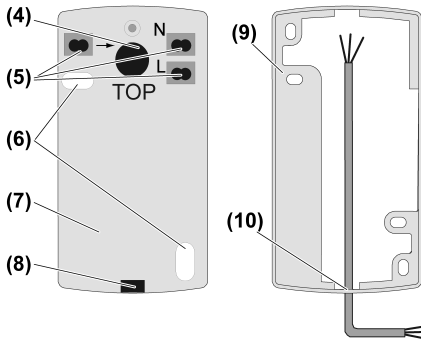

Bild 4: Gehäuserückwand und Montagerahmen
- Steckklammern zur Fixierung in die Halterungen (5) des Gehäuseoberteils einstecken (Bild 4).